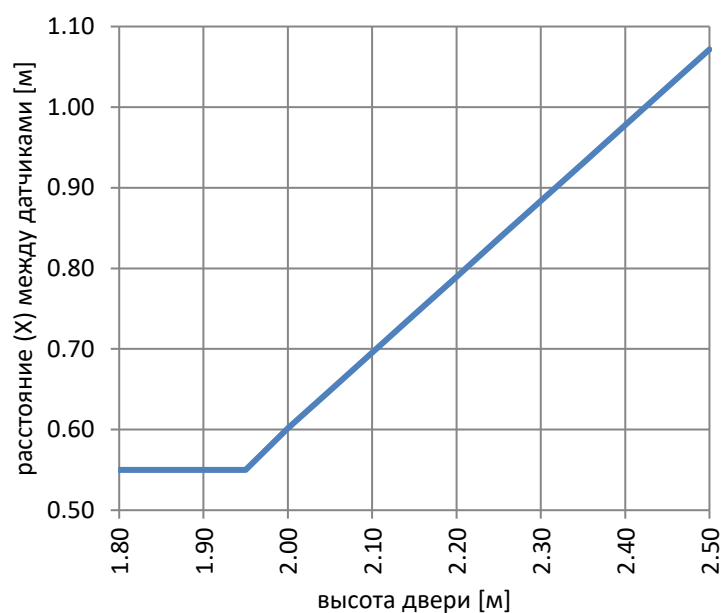
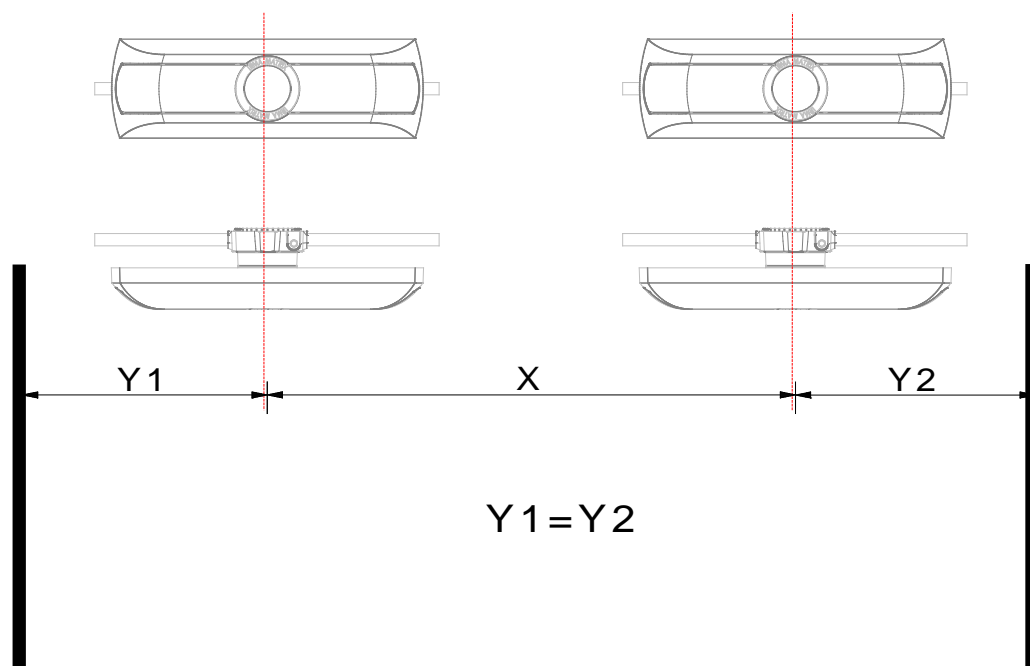

Рис. 17:
Рис. 18:
Расстояние X определяется на основе высоты двери по синей линии (см. рис. 17).
Монтаж датчиков следует производить на расстоянии (X), определенном по рис. 17. Два датчика должны располагаться на одинаковом расстоянии от стенки ТС: Y1 = Y2 (рис. 18).